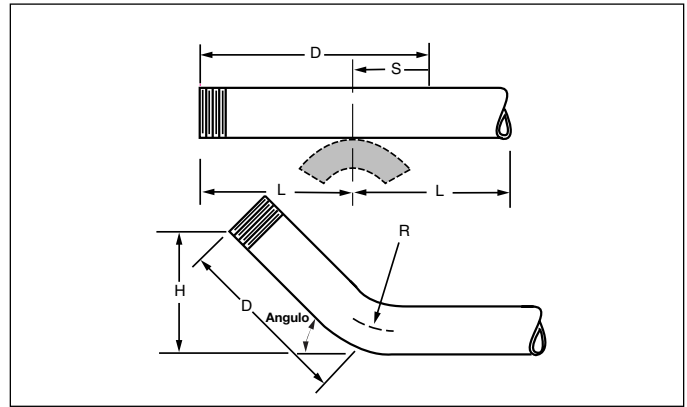

Figura 6
1. En la tabla 2, busque la distancia diagonal (D) que corresponda con la dimensión de giro deseada (H). Marque la distancia (D) desde el extremo de una longitud recta de tubo.
2. Localice el tamaño del tubo en la tabla 3 para obtener la medida de retroceso (S) bajo el ángulo de curvatura deseado.
3. Delimite la medida (S) en el tubo tal y como se ilustra en la FIGURA 6.
Las marcas (B) no pueden estar más cerca de los extremos del tubo de la distancia (L) o los extremos no quedarán sujetos por las zapatas de pivote. (ver FIGURA 6, Ejemplo 3 y tabla de requerimientos "L" 5).